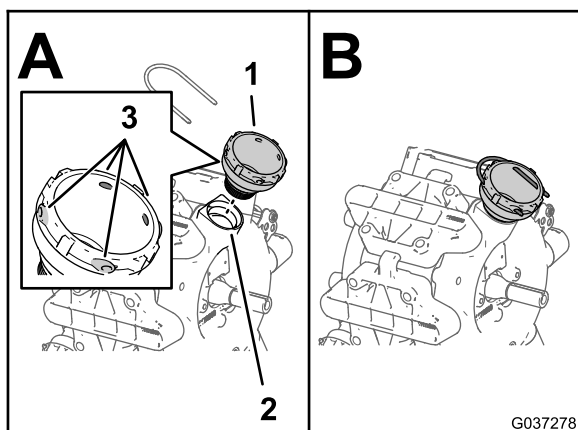
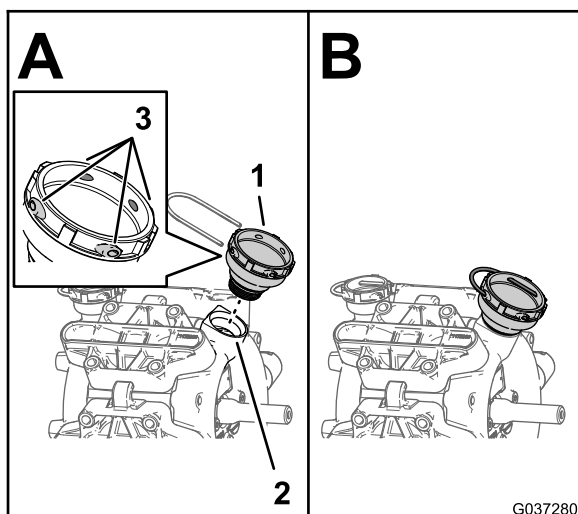

Рисунок 7
Рисунок 8
- Установите штуцер 1½ дюйма (38,1 мм) в отверстие нагнетания линии возврата насоса (Рисунок 7 или Рисунок 8).